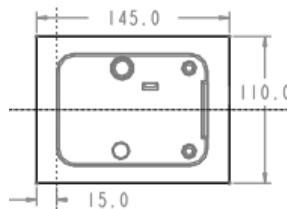

图 20.3 截面草图
(1) 选择命令。单击 模具 功能选项卡 形状 区域中的 拉伸 按钮。
(2) 创建实体拉伸特征。
① 选取拉伸类型。在出现的“拉伸”操控板中，确认“实体”类型按钮 实体 被按下。
② 定义草绘截面放置属性。在绘图区中右击，从弹出的快捷菜单中选择 定义内部草绘... 命令。选择 MAIN_PARTING_PLN 基准平面作为草绘平面，草绘平面的参考平面为 MOLD_FRONT 基准平面，方向为 右 ；单击 草绘 按钮，系统至此进入截面草绘环境。
③ 绘制截面草图。进入截面草绘环境后，选取 MOLD_RIGHT 和 MOLD_FRONT 基准平面为草绘参考，截面草图如图 20.3 所示；完成特征截面的绘制后，单击“草绘”操控板中的“确定”按钮 \checkmark 。